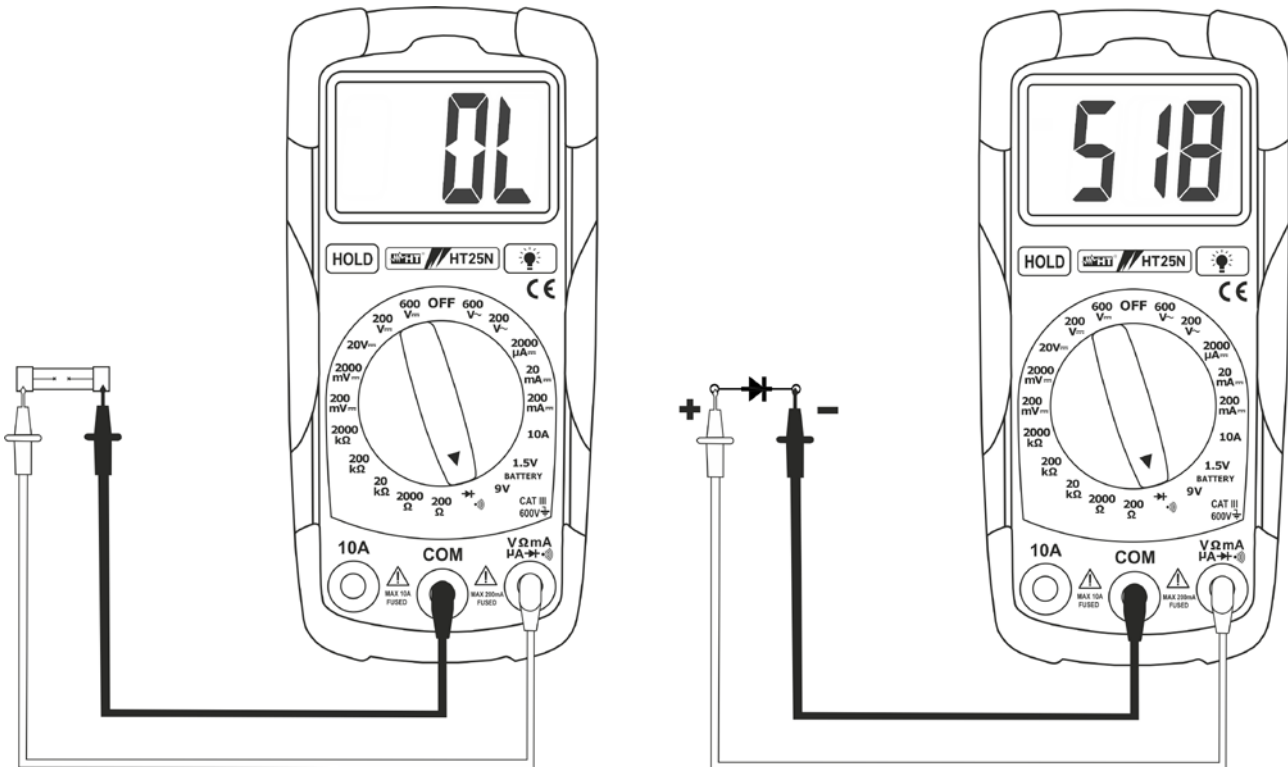

Abb. 6: Durchgangstest und Diodentest
3. Verbinden Sie die Messleitungen mit dem Messkreis (s. Abb. 6 – links)
5. Verbinden Sie die Messleitungen mit der zu testenden Diode unter Berücksichtigung der Polarität (s. Abb. 6 – rechts)